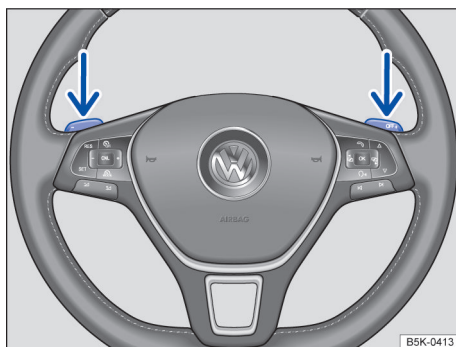

Fig. 85 Volante com seletores basculantes do Tiptronic.
- Puxar o seletor basculante direito → Fig. 85 na direção do volante para aumentar a marcha.